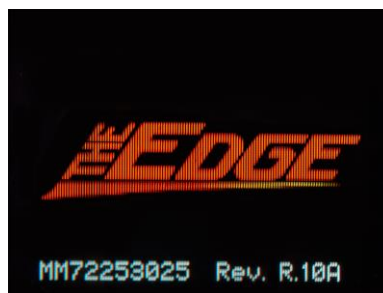

Figura 4-5: Pantalla de bienvenida
3. Cuando aparezca la pantalla de bienvenida, mantenga pulsados los botones **Power (On/Off)**  y los botones de  **Enter** hasta que desaparezca la pantalla de bienvenida (consulte Figura 4-5 para la pantalla de bienvenida.)